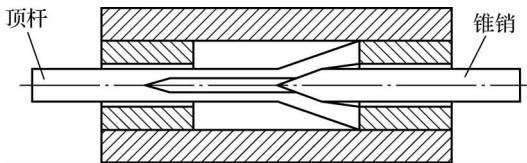

图 7-8 用顶杆和锥销拆卸
(1) 用顶杆和锥销拆卸。如图 7-8 所示，按轴承内径配车一个顶杆，在顶杆的一端钻或车出一个锥孔或直孔，然后锯出十字槽。拆卸时，顶杆插入左孔内，右端插入一根锥销，目的是使顶杆端部扩张，然后用锤子轻轻敲打顶杆即可将轴承顶出。